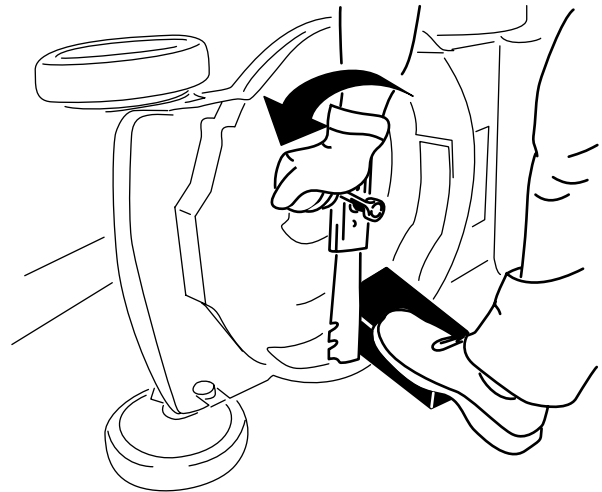

Figure 23
3. Immobilisez la lame avec un morceau de bois (Figure 23).
4. Déposez la lame mais conservez les fixations (Figure 23).